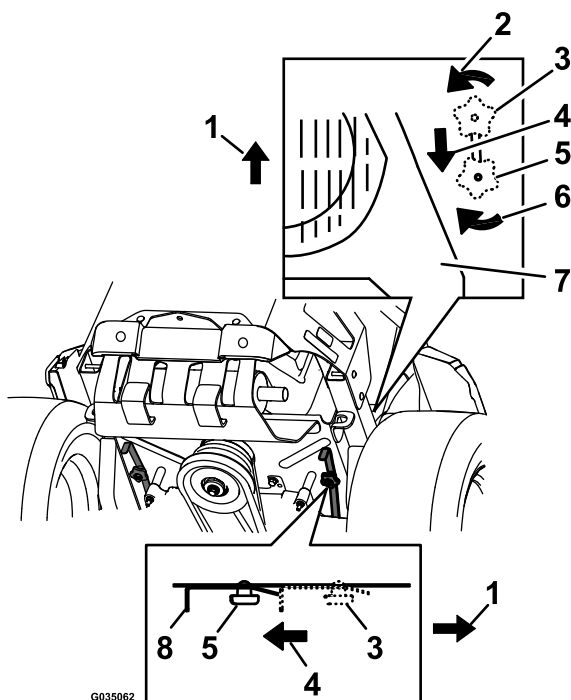

Figura 33
4. Per spingere la macchina, spostate entrambe le manopole di bypass all'indietro e bloccatele in posizione (Figura 33).
6. Per azionare la macchina, spostate le manopole di bypass su AVANTI e bloccatele in posizione (Figura 33).